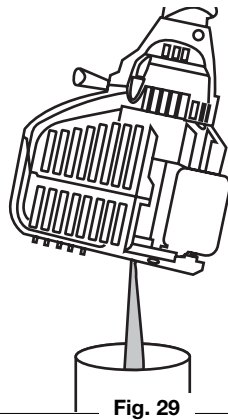

Fig. 29
3. Vierta el aceite fuera del orificio de llenado de aceite en un recipiente inclinando la unidad hasta una posición vertical (Fig. 29). Deje suficiente tiempo como para completar el drenaje.